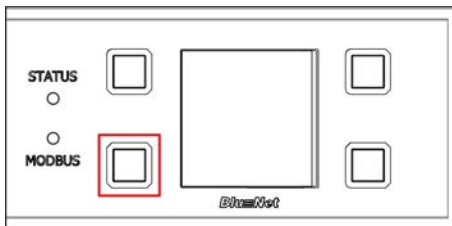

Abb. 80: Display mit Bedientasten
2. ➔ Taste neben der Modbus-LED für zwei Sekunden drücken und wieder loslassen (Abb. 80/rote Markierung).